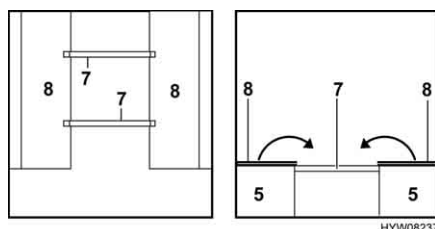

Fig. 42 Durante la trasformazione
- Rimuovere le stanghe del letto (Fig. 42,7) dal loro sostegno sul cassone (Fig. 42,5).
- Ribaltare in alto i piani dei sedili (Fig. 42,8) e collocare le stanghe del letto (Fig. 42,7) trasversalmente tra i due cassoni del letto nelle scanalature.
- Aprire su ciascun lato la parte superiore del piano del sedile (Fig. 42,8) tirandola verso il centro del veicolo e appoggiarla sulle stanghe del letto.